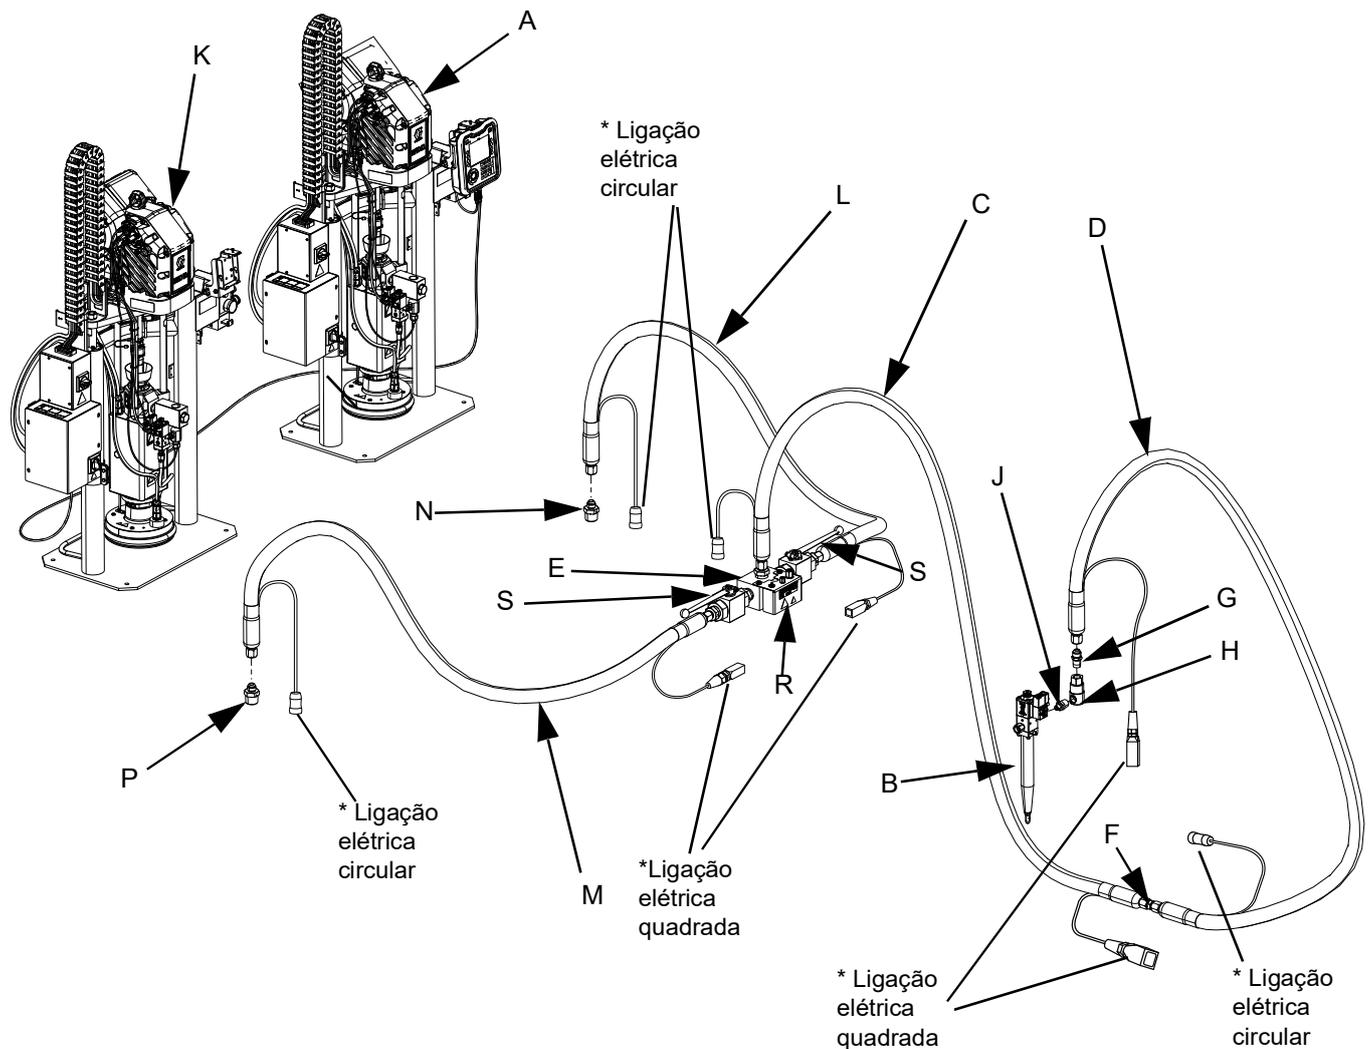

FIG. 2: Sistema de distribuição em tandem E-Flo iQ
NOTA: FIG. 2 apresenta uma instalação típica do sistema de distribuição E-Flo iQ com uma unidades de abastecimento com êmbolo iQ em tandem, mangueiras, conetores e uma válvula de distribuição iQ. Algumas instalações podem não requerer tubo flexível de alimentação 2 (D) para a válvula dispensadora iQ (B), dependendo das necessidades do sistema.